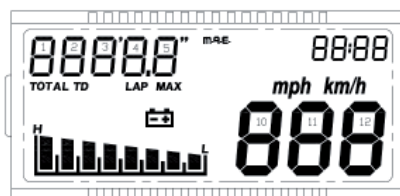

Fig. 18
- II^ page (à chaque allumage de l'instrument): Contrôle de tous les segments de l'LCD pendant environ 3 sec. (fig. 18).